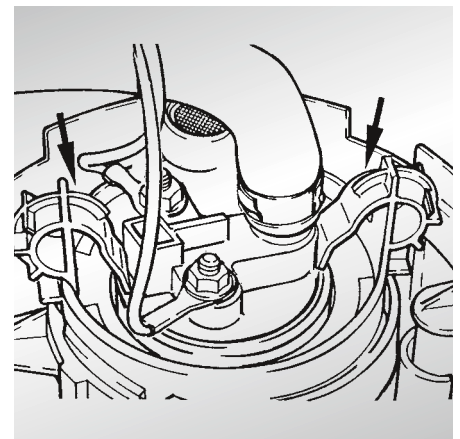

Abb. 6
- Die PIERBURG Pumpe ist ca. 2 mm länger als die Serien-Pumpe. Dadurch verrasten die Niederhalter (siehe Abb. 6) beim Einbau nicht selbsttätig. Mit Schraubendreher korrigieren.